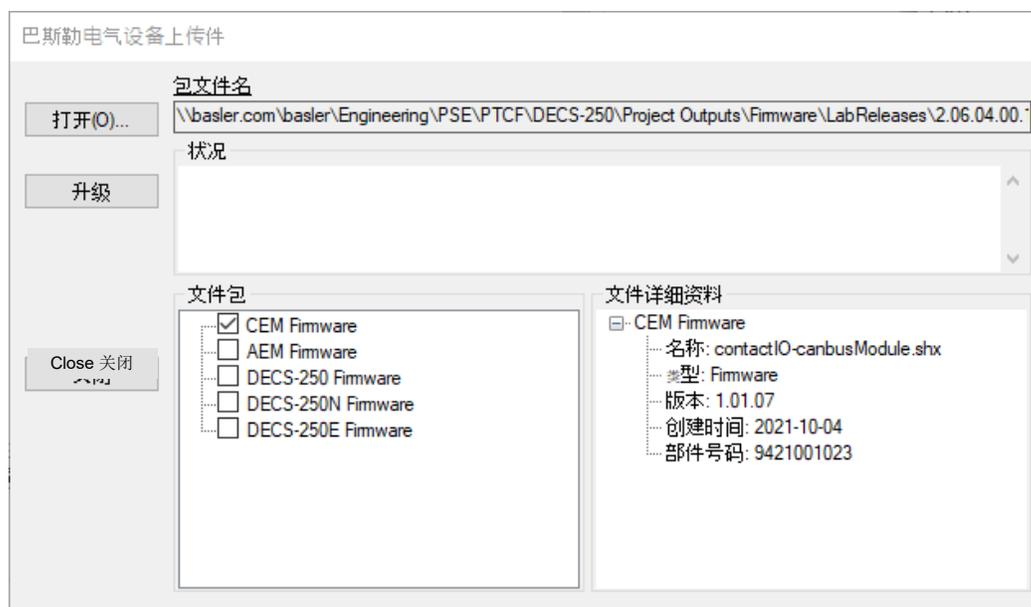

图 6-1.巴斯勒电气固件包上传
8. 当巴斯勒电气固件包上传屏幕 (图 6-1) 出现时，点击“打开”按钮浏览您从巴斯勒电气收到的固件包。包文件及其文件详细信息将列出。在您想要上传的各个文件旁边的方框中打勾。